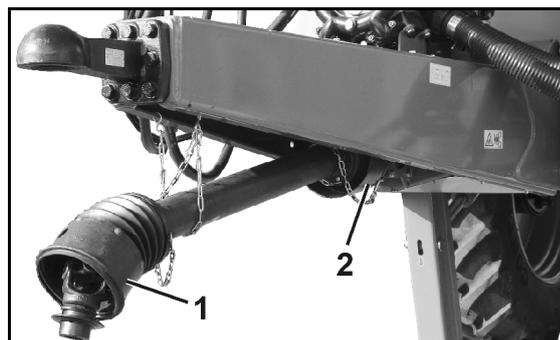

Fig. 12
- Fig. 12/...
(1) Gelenkwellenschutz
(2) Maschinenseitiger Schutztrichter